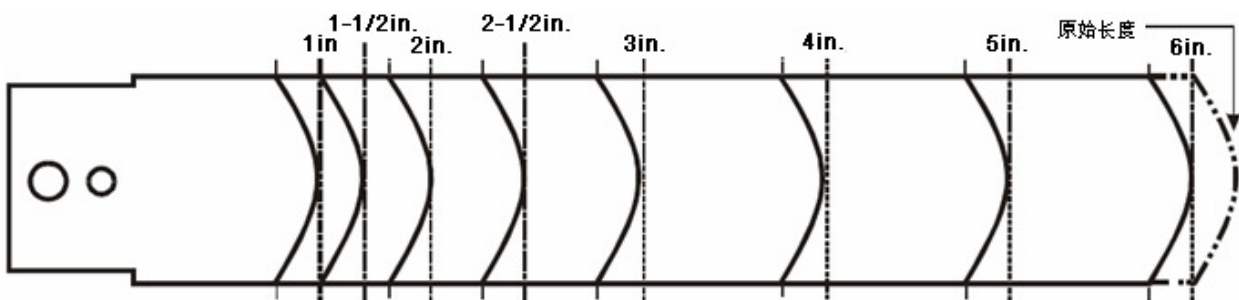

图 5 流向片修剪模板
- FS80-C 流量开关出厂时附加有 1 英寸、2 英寸、3 英寸及 6 英寸流向片，可按照需要进行安装。如需要其它尺寸，可按照图 5 所示模板修剪流向片，其长度及圆弧形形状应与管道相配。